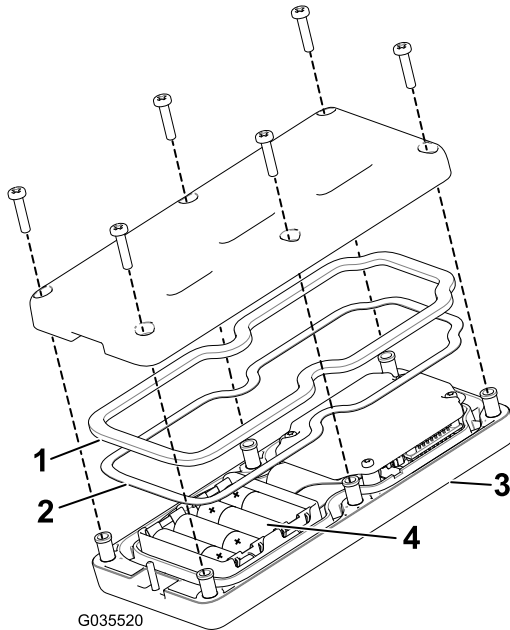

图17
**注意** 如果电池安装不当遥控器不会发生损坏但却无法操作。电池端子仓位分别带有正负极标志 图17。
3. 确保钢垫片和橡胶密封件正确放置于遥控器的槽内然后将后盖放回原位 图17。
4. 用 6 个螺丝固定后盖 图17上紧螺丝扭矩至 1.51.7N m。